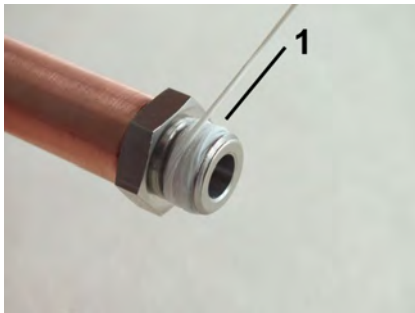

Abb. 8: Dichtfaden aufbringen
2.  Dichtfaden (Abb. 8/1) in Gewinrichtung auf das aufgeraute Gewinde aufbringen, dabei Mengenangaben des Dichtmittel-Herstellers beachten